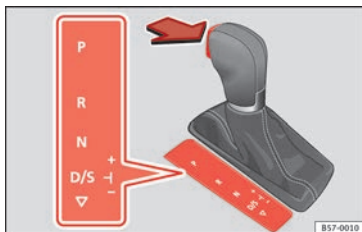

Fig. 168 Bloqueo de la palanca selectora.
- Pise el pedal de freno y, a la vez, mantenga pulsada la tecla de bloqueo en el sentido que indica la flecha » **fig. 168.**